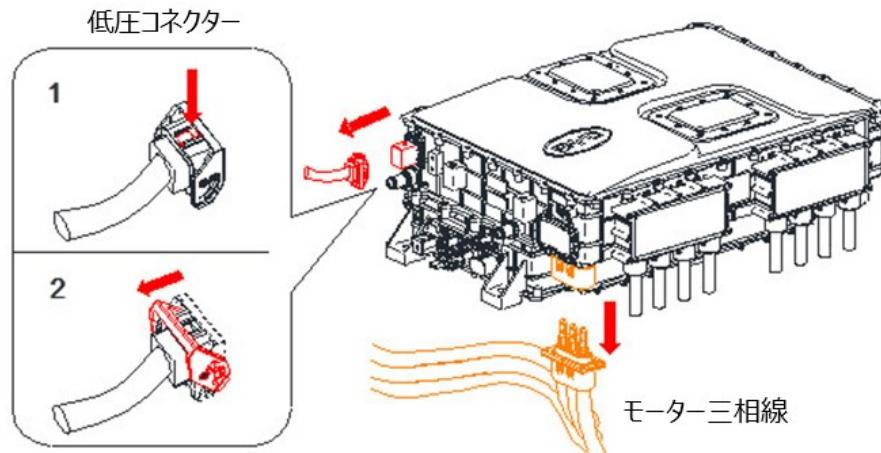

図 2-4 モーターコントローラーとモーター三相線図
- 牽引または前輪引き上げ式牽引前に、モーターコントローラーからモーター三相配線と低圧コネクタを取り外します。交通混雑や市街地では、三相配線を遮断せずに、緊急に路肩へ牽引することができますが、牽引距離は 20km、牽引速度は 30km/h を超えないでください。※図 2-4 参照